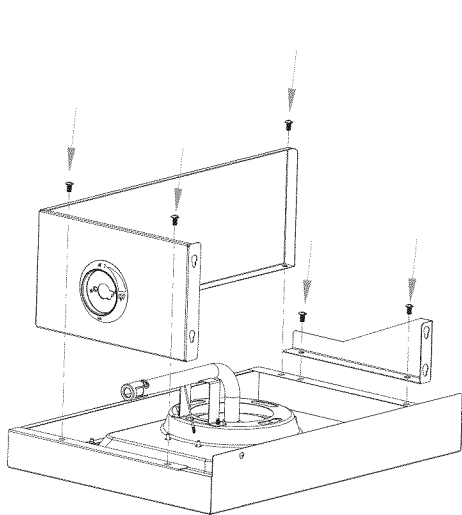

Fig. 10a
1. Sujete el soporte del estante del lado derecho y la pared del estante del lado derecho al estante del lado derecho con cinco (5) tornillos M5 x 10 de arriba hacia abajo como se ve en la **Fig. 10a**.